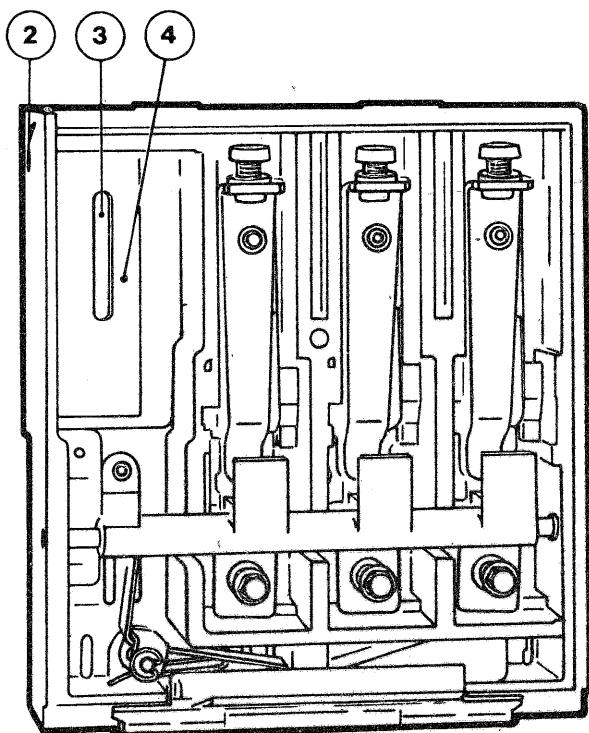

Fig. 8a
- sistemare lo sganciatore di apertura (1) nella sua sede (4) fig. 8a, infilando i cavetti nell'apposito foro di uscita (2)
- sistemare lo sganciatore di minima (1) nella sua sede (4) (vedi anche fig. 8a) infilando i cavetti nell'apposito foro di uscita (2)
- avvitare senza bloccare le viti (5) inserendole attraverso l'apposita feritoia (3)